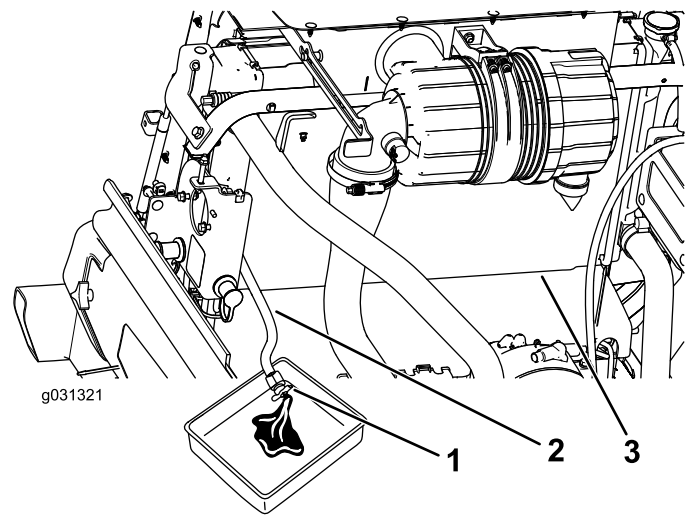

Bild 121
3. Legen Sie das Ende des Kühlerablassschlauchs in eine Auffangwanne und öffnen Sie das Ablassventil am Kühlerschlauch und lassen die Flüssigkeit in eine Auffangwanne ablaufen (Bild 121).